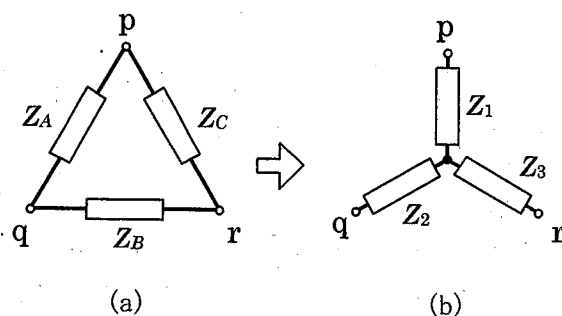
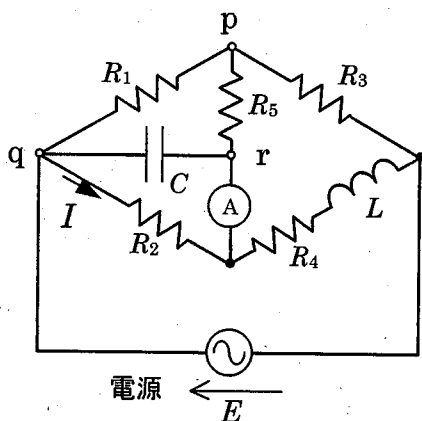
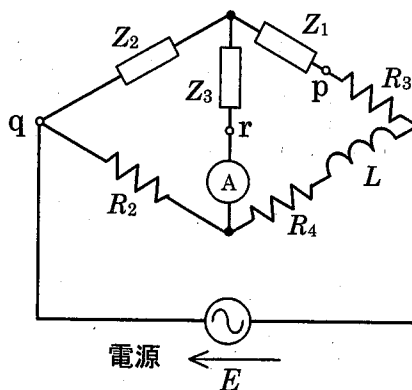

図 1
図 2
図 3
- (1) 図 1(a)の回路を図 1(b)のように等価変換を行う。図 1(a)の回路と図 1(b)の回路において、端子 p-q 間のインピーダンスが等しくなるための関係式を示せ。
- (2) 問い(1)と同様の関係式は、端子 q-r 間、端子 r-p 間においても同様に導くことができる。これらの関係式を用いて、 Z_1 と Z_2 を Z_A , Z_B , Z_C を用いて表せ。
- (3) 図 2 の交流回路において、電流計 A の指示値が 0 となった。
- (4) 図 2 の回路は、図 1 の等価変換を用いると、図 3 の回路のように置き換えることができる。抵抗とインダクタンスは、問い(3)で示した値であるとき、抵抗 R_3 および静電容量 C を求めよ。単位も記すこと。このとき、図 3 の回路における電流計 A の指示値は 0 である。